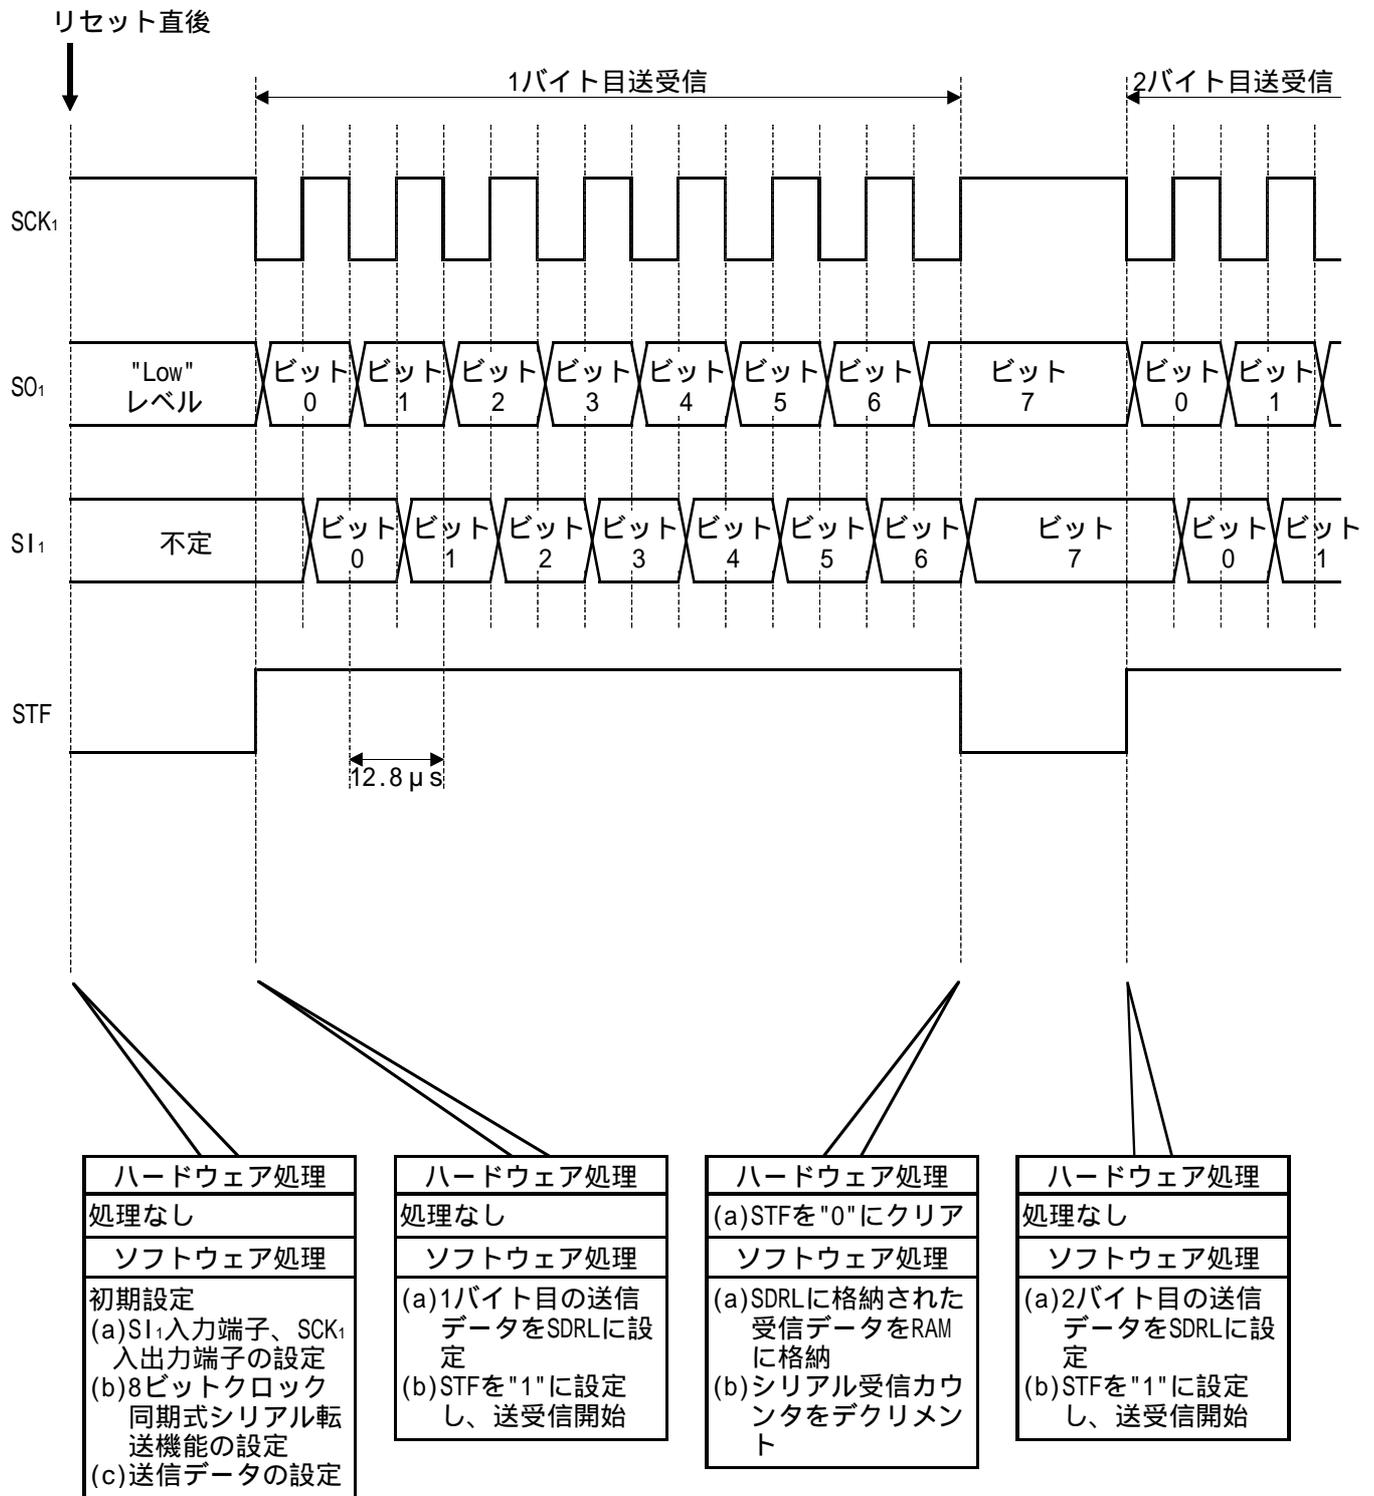

図3 クロック同期式シリアル同時送受信の動作原理
(1) 図3に動作原理を示します。図3に示すようなハードウェア処理、およびソフトウェア処理によりクロック同期式シリアルデータ同時送受信動作を行ないます。